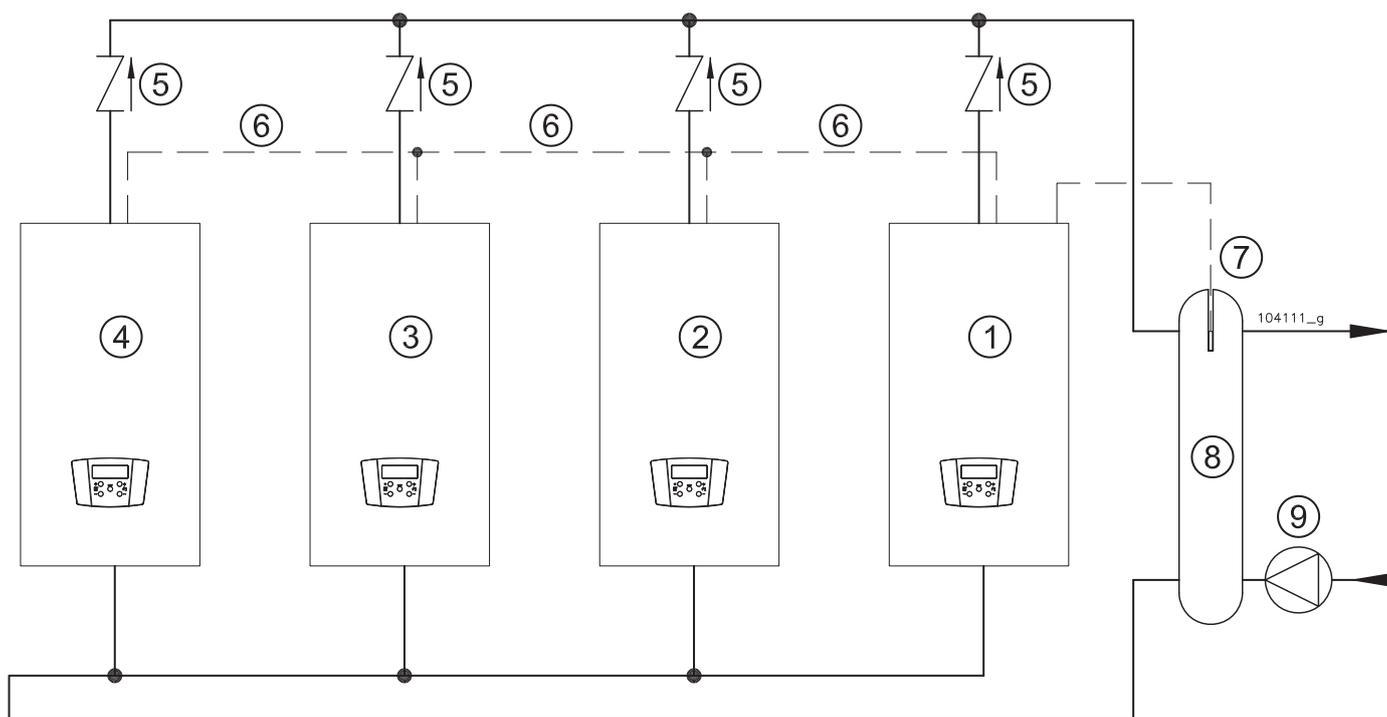

Figura 5-11 - Schema concettuale di collegamento apparecchi in cascata
Questo apparecchio può essere collegato in cascata fino ad un massimo di 8 dispositivi. Lo schema di collegamento idraulico è rappresentato in Figura 5-11. E' possibile eseguire altri tipi di collegamenti idraulici (chiedere al costruttore gli schemi di riferimento). La cascata è gestita dalla scheda madre dell'apparecchio che definiremo qui e successivamente "Master". Per collegare gli apparecchi in cascata procedere come di seguito:
- 1 - Eseguire l'installazione idraulica come da Figura 5-11;
LEGENDA di Figura 5-11 e 5-12: